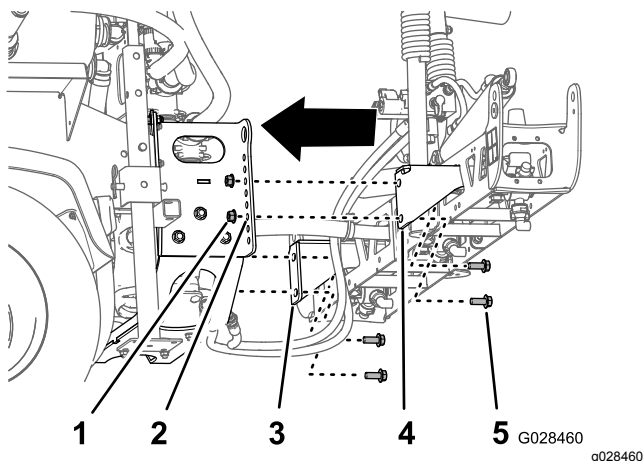

Figura 29
2. Allineate il foro sul fondo nelle staffe di montaggio della sezione del gruppo della barra centrale con il terzo foro a partire dall'estremità inferiore dei supporti della barra sul telaio di supporto dell'irroratrice, come illustrato in Figura 29.